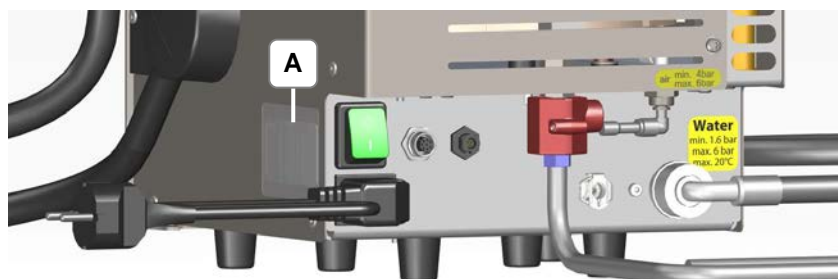

Imagen 4.1.1: Placa de modelo (en la parte lateral del aparato)
- Placa de modelo** Conecte el aparato al contacto de la toma de tierra apropiada. Los datos técnicos de la placa de modelo (imagen 4.1.1-A) deben coincidir con las condiciones de conexión actuales, en particular en lo que se refiere a la tensión y a la potencia.